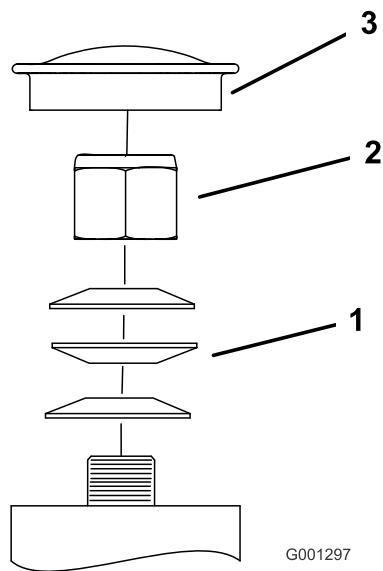

Figure 57
3. Retirez le capuchon antipoussière de la roue pivotante et serrez le contre-écrou (Figure 57).
4. Continuez de serrer le contre-écrou jusqu'à ce que les rondelles élastiques soient aplaties, puis desserrez-le d'un quart de tour pour obtenir la précharge correcte des roulements (Figure 57).
5. Reposez le couvre-moyeu (Figure 57).
Important: Veillez à placer les rondelles élastiques comme montré à la Figure 57.